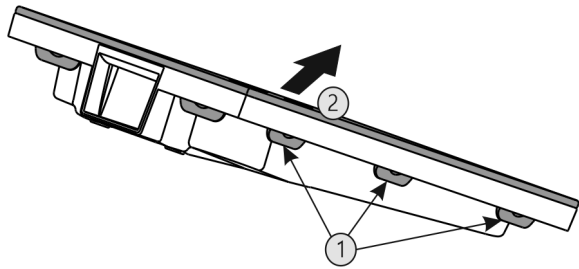

Fig. 49
- ▶ Premere una dopo l'altra tutte le linguette Fig. 49 (1) e rimuovere la copertura Fig. 49 (2).